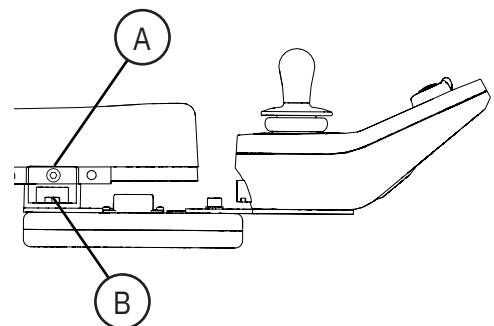

Figure 5.2. ParaLoc.
Les boîtiers de commande peuvent être montés avec deux types de fixation, le bras de commande et ParaLoc (en option). Le bras de commande est articulé en deux points et permet de déplacer le boîtier de commande vers l'intérieur et l'extérieur de l'accoudoir. Les articulations peuvent être verrouillées en position fixe ou être mobiles avec une résistance réglable. Avec ParaLoc, le boîtier de commande conserve sa direction vers l'avant lorsque le bras de commande est tourné vers l'extérieur ou l'intérieur. ParaLoc dispose d'une position de verrouillage, qui est normalement placée directement à l'avant de l'accoudoir. Il est également possible de régler la position de verrouillage en ajustant le bras magnétique (voir figure 5.2). Les deux types de fixation sont aussi réglables en profondeur et peuvent être montés sur le côté droit ou gauche.
ParaLoc est réglable en profondeur (A) et dispose d'un emplacement réglable de la position de verrouillage du bras magnétique (B), voir figure 5.2.